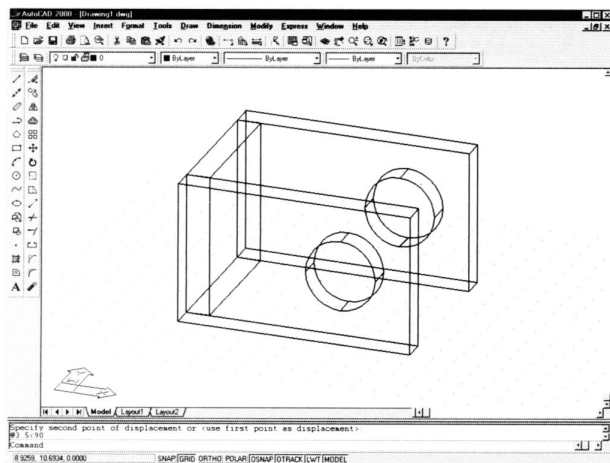

图37-9 画第二个旁支
9) 复制第一个旁支(有通孔模子的那个长方体)就可以得到第二个旁支(见图37-9)。把 UCS 重新设置成 World。用 Copy 命令，选择有通孔模子的那个长方体，并注明位移为 @3.5<90。